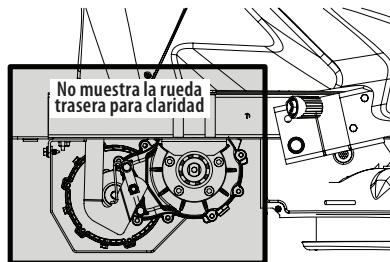

Figura 16
- Limpie alrededor y cerca de la transmisión y el eje. Vea la Figura 16.